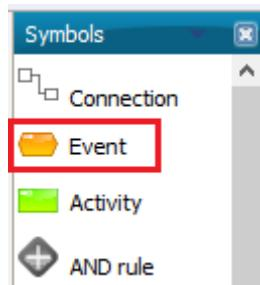
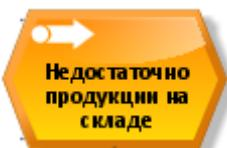

Рисунок 2.10
Рисунок 2.11
2. Поместить в область моделирования объект «Event» (рисунок 2.10), назвать данный объект «Недостаточно продукции на складе» (рисунок 2.11).